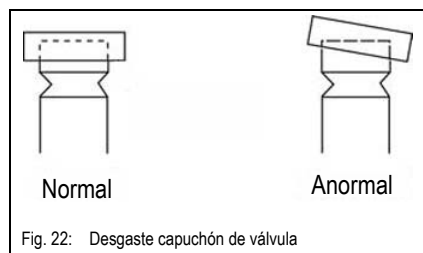

Fig. 22: Desgaste capuchón de válvula
Controlar el capuchón de válvula con respecto a un desgaste anormal; ver Fig. 22.
- ☞ Controlar el capuchón de válvula con respecto a un desgaste anormal; ver .Fig. 22